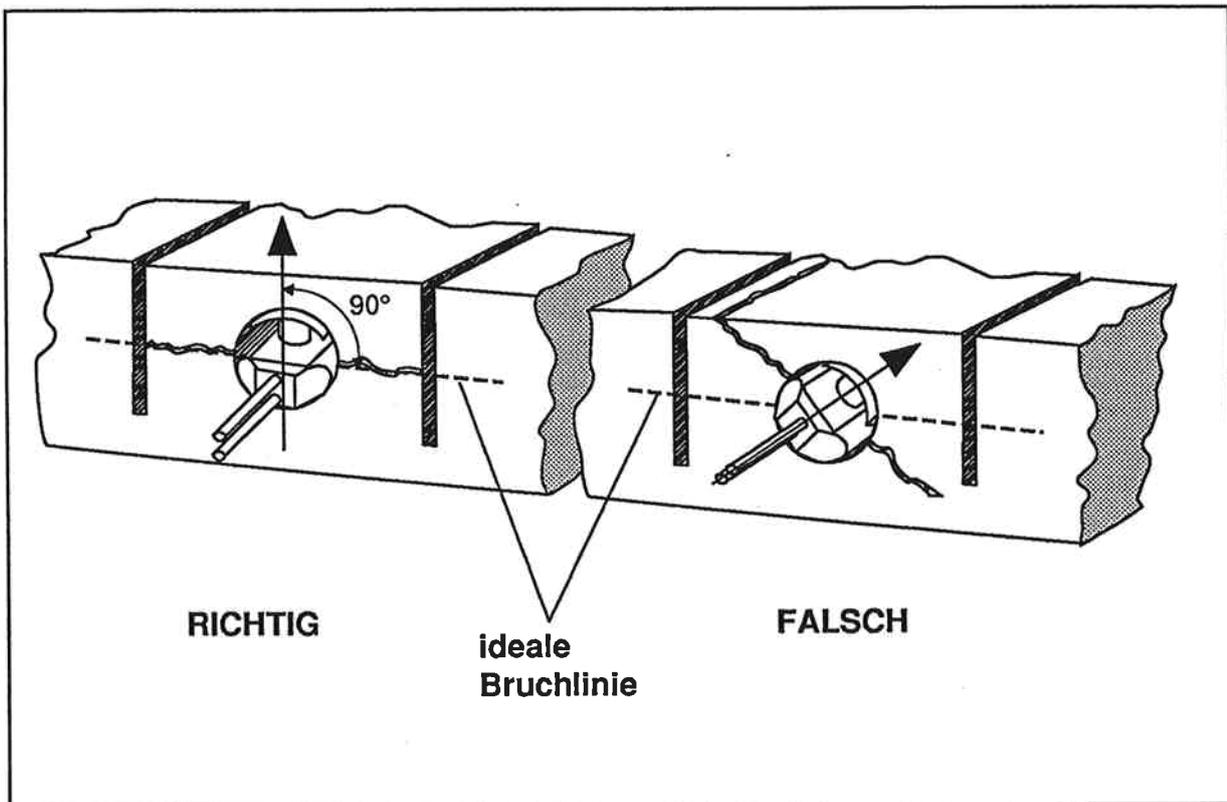

Abb. 5-6 Preßwerkzeug im Bohrloch
- Preßwerkzeuge so in die Bohrungen setzen, daß die Kolben senkrecht zur Bruchlinie zeigen (s. Abb. 5-6).